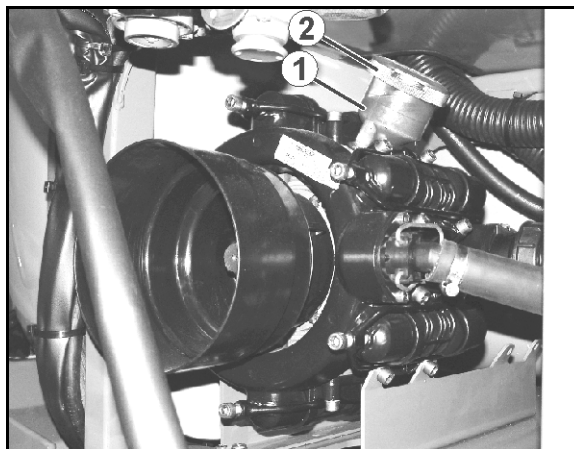

Рис. 172
- Обратите внимание на монтажное положение клапанов на стороне всасывания и нагнетания, прежде чем вынуть клапанные группы (Рис. 172/5).
- При сборке старайтесь не повредить направляющую втулку клапана (Рис. 172/9). Повреждения могут привести к блокировке клапанов.
- Гайки (Рис. 172/1, 2) обязательно затягивать в перекрёстном порядке с соблюдением указанного момента затяжки. Неквалифицированное затягивание винтов ведет к перетяжке и, следовательно, к негерметичности.
2. Ослабьте винты (Рис. 172/1) и удалите скобы (Рис. 172/2).
3. Снимите каналы всасывания и нагнетания (Рис. 172/3 и Рис. 172/4).
4. Выньте клапанные группы (Рис. 172/5).
5. Проверьте гнездо клапана (Рис. 172/6), клапан (Рис. 172/7), пружину клапана (Рис. 172/8) и направляющую втулку клапана (Рис. 172/9) на повреждения и износ.
6. Снимите кольца круглого сечения (Рис. 172/10).
8. Проверьте, очистите и установите клапанные группы (Рис. 172/5) на место.
9. Установите новые кольца круглого сечения (Рис. 172/10).
10. Прифланцуйте всасывающий (Рис. 172/3) и нагнетательный (Рис. 172/4) каналы к корпусу насоса и установите скобы (Рис. 172/2).
11. Затяните винты (Рис. 172/1) крест-накрест с моментом затяжки в **11 Нм**.